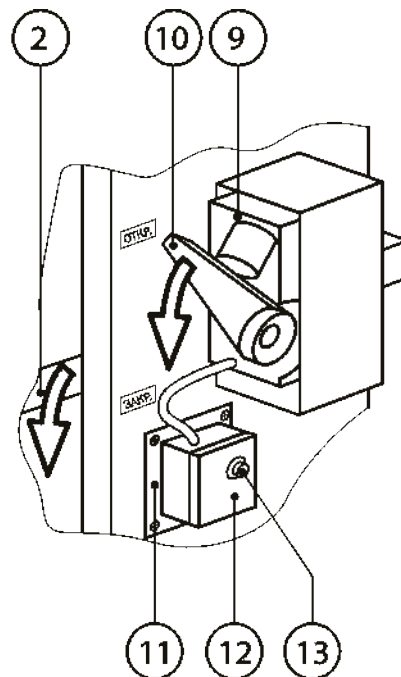

Рисунок 10. Проверка работоспособности клапанов Н0 и Н3 с электромагнитным приводом – М220 / М24
- S1 – кнопка (13 на рис.10), при нажатии замыкает цепь срабатывания электромагнита привода;
Для клапанов НО и НЗ с электромагнитным приводом M220 / M24 (рис. 10):